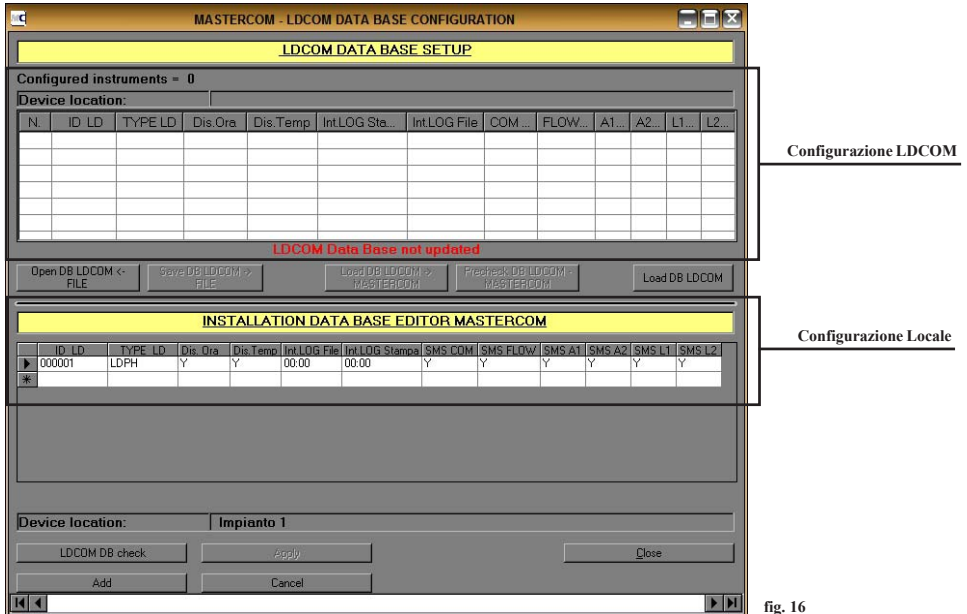

fig. 16
6. La schermata di fig. 16 è divisa in due sezioni : la sezione superiore è relativa alla configurazione presente nello strumento LDCOM connesso al PC, mentre la sezione inferiore rappresenta la configurazione presente sul PC sul quale è eseguito il programma “MasterComm”. Se si tratta della prima esecuzione del programma non sarà presente alcun dato su entrambe le aree.
**Se lo strumento “LDCOM” è già configurato è sufficiente caricare il database presente al suo interno facendo click su “LOAD DB LDCOM” (attendere messaggio di conferma “configuration ok”) e successivamente su “LOAD DB LDCOM -> MASTERCOMM” (carica database su software “MasterCom”). Nell’area di configurazione LDCOM (porzione superiore fig.16) saranno presenti gli strumenti già configurati.**
8. Per aggiungere uno strumento è necessario configurarlo nell’area locale (porzione inferiore fig. 16) del MasterCom e successivamente caricarlo nel database del LDCOM. Per realizzare questa configurazione fare click nella prima casella bianca chiamata “ID LD” presente nella parte inferiore della schermata di fig. 16, e digitare i sei numeri che costituiscono l’ID dello strumento (es.: “000001”).
9. Fare click nella casella successiva chiamata "Type LD" presente nella parte inferiore della schermata di fig. 16, e digitare il nome dello strumento conformemente a quanto riportato qui sotto:
10. Fare click nella casella successiva chiamata "Dis. Ora" presente nella parte inferiore della schermata di fig. 16 e digitare "Y" (senza virgolette) se si vuole mostrare l'ora dello strumento nella schermata principale del MasterCom oppure "N" se non si vuole visualizzare questa informazione.
11. Fare click nella casella successiva chiamata "Dis. Temp." presente nella parte inferiore della schermata di fig. 16 e digitare "Y" (senza virgolette) se si vuole mostrare la temperatura rilevato dallo strumento nella schermata principale del MasterCom oppure "N" se non si vuole visualizzare questa informazione.
12. Fare click nella casella successiva chiamata "Int. Log File" presente nella parte inferiore della schermata di fig. 16 e digitare ore e minuti nella forma HH: MM se si vuole creare un file di LOG sul proprio PC contenente le informazioni sullo status dello strumento, ad intervalli regolari. Lasciare vuoto questo campo se non si vuole attivare questa funzione.
13. Fare click nella casella successiva chiamata "Int. Log Stampa" presente nella parte inferiore della schermata di fig. 16 e digitare ore e minuti nella forma HH: MM se si vuole creare una stampa del LOG su una stampante connessa al proprio PC, ad intervalli regolari. Lasciare vuoto questo campo se non si vuole attivare questa funzione.
14. Fare click nella casella successiva chiamata "SMS COM" presente nella parte inferiore della schermata di fig. 16 e digitare "Y" (yes/sì) oppure "N" (no) se si vuole generare un SMS verso un determinato numero di telefono in caso di perdita della connessione tra il PC e lo strumento. Per utilizzare questa funzione è necessario configurare la scheda GSM presente all'interno del modem.
15. Fare click nella casella successiva chiamata "SMS FLOW" presente nella parte inferiore della schermata di fig. 16 e digitare "Y" (yes/sì) oppure "N" (no) se si vuole generare un SMS verso un determinato numero di telefono in caso di assenza di flusso nell'impianto. Per utilizzare questa funzione è necessario configurare la scheda GSM presente all'interno del modem.
16. Fare click nella casella successiva chiamata "SMS A1" presente nella parte inferiore della schermata di fig. 16 e digitare "Y" (yes/sì) oppure "N" (no) se si vuole generare un SMS verso un determinato numero di telefono in caso di "Allarme 1" nell'impianto. Per utilizzare questa funzione è necessario configurare la scheda GSM presente all'interno del modem.
17. Fare click nella casella successiva chiamata "SMS A2" presente nella parte inferiore della schermata di fig. 16 e digitare "Y" (yes/sì) oppure "N" (no) se si vuole generare un SMS verso un determinato numero di telefono in caso di "Allarme 2" nell'impianto. Per utilizzare questa funzione è necessario configurare la scheda GSM presente all'interno del modem.
18. Fare click nella casella successiva chiamata "SMS L1" presente nella parte inferiore della schermata di fig. 16 e digitare "Y" (yes/sì) oppure "N" (no) se si vuole generare un SMS verso un determinato numero di telefono in caso di "Allarme Livello 1" nell'impianto. Per utilizzare questa funzione è necessario configurare la scheda GSM presente all'interno del modem.
19. Fare click nella casella successiva chiamata "SMS L2" presente nella parte inferiore della schermata di fig. 16 e digitare "Y" (yes/sì) oppure "N" (no) se si vuole generare un SMS verso un determinato numero di telefono in caso di "Allarme Livello 2" nell'impianto. Per utilizzare questa funzione è necessario configurare la scheda GSM presente all'interno del modem.